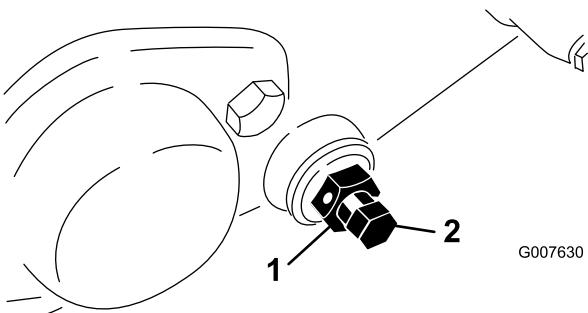

Figura 49
3. Allentate, da ciascun lato della macchina, il controdado che fissa il bullone della barra di appoggio (Figura 49).
due rondelle in acciaio stampato presenti su ciascun lato della barra di appoggio (Figura 49).